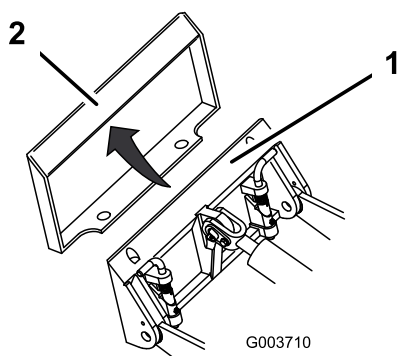

Figure 32
4. Placez la plaque de montage dans le bord supérieur de la plaque réceptrice de l'accessoire (Figure 32).